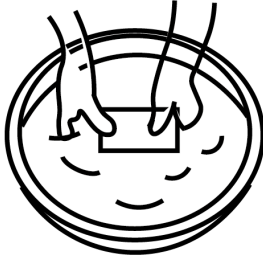

Rysunek 19
- Wyjmij filtr powietrza z obudowy filtra powietrza, Rys. 19.